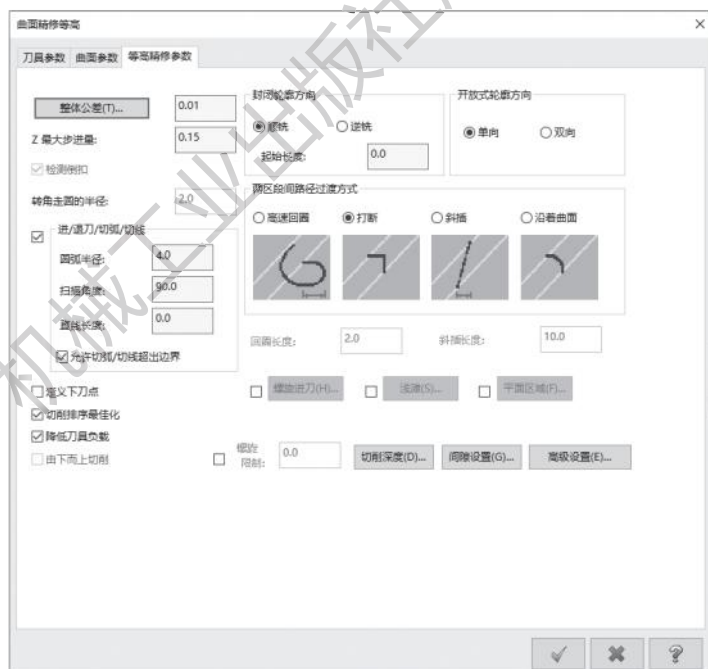

图 4-63 曲面加工参数设置
3) 打开【等高精修参数】选项卡，设置【Z 最大步进量】为 0.15mm。勾选【进/退刀/切弧/切线】选项卡，并设置【圆弧半径】为 4.0mm，【扫描角度】为 90°，【直线长度】为 0.0mm。勾选【切削排序最优化】和【降低刀具负载】复选项，其他参数按默认设置，如图 4-63 所示。